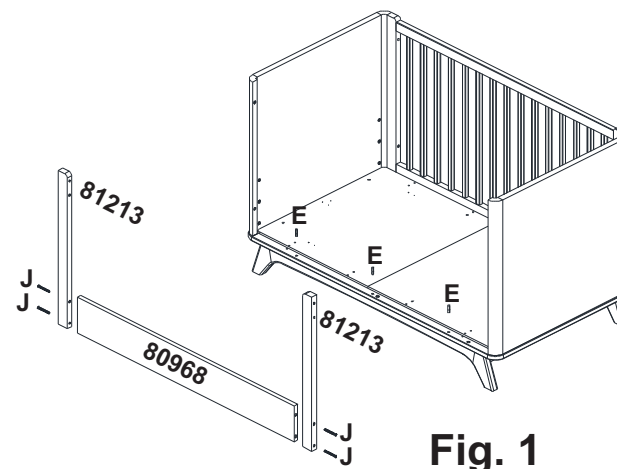

Fig. 1
- 5 - Em seguida fixe as travessas (81213) na mini grade (80968) usando os parafusos J, que foram retirados da grade fixa. Fig. 1